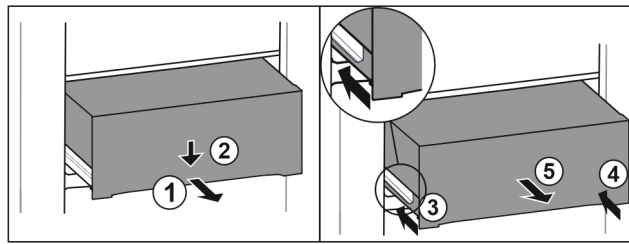

Fig. 169
- Schubfach halb herausziehen. Fig. 169 (1)
- Schubfach an der Vorderseite nach unten drücken. Fig. 169 (2)
- Linke Schiene etwa 2 cm einschieben. Fig. 169 (3)
- Rechte Schiene etwa 2 cm einschieben. Fig. 169 (4)
- Schubfach nach vorne entnehmen. Fig. 169 (5)